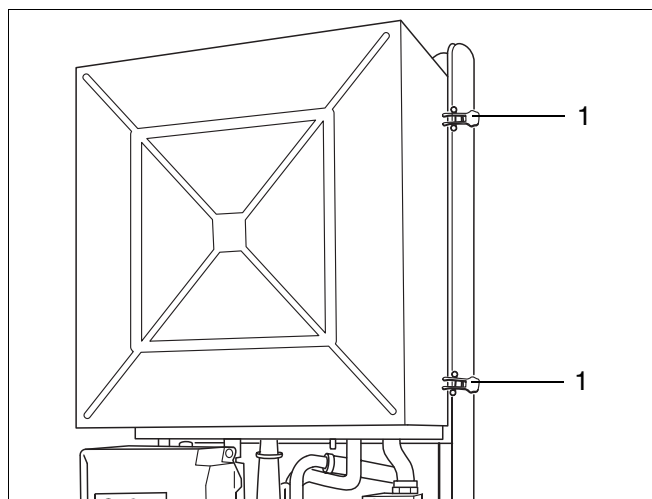

Abb. 38 Brennerabdeckung abnehmen
- Schnellverschlüsse (Abb. 38, Pos. 1) öffnen und Brennerabdeckung abnehmen.